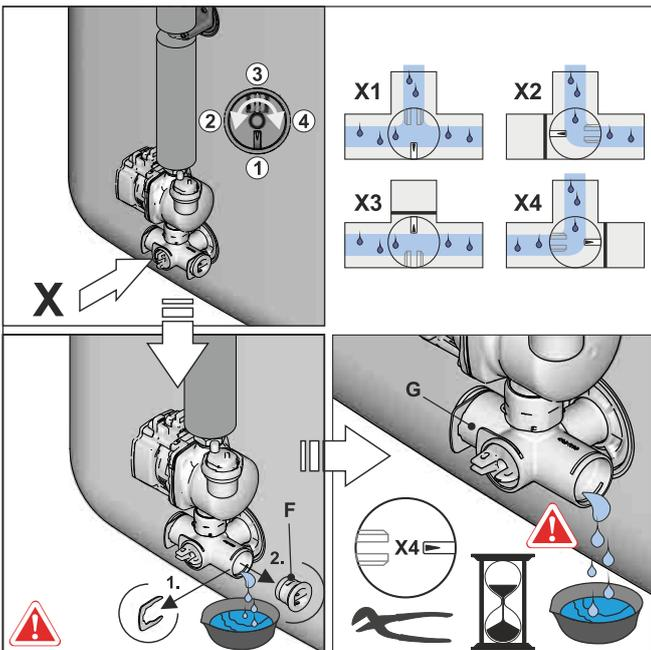

Bild 9-5 Ventileinsatz absperrn, Blindstopfen vom Anschlusswinkel entfernen
- Ventileinsatz am Anschlusswinkel so einstellen, dass der Weg zum Ablaufschlauch geöffnet wird (siehe auch Bild 9-5) und Wasserinhalt des Speicherbehälters ablassen.